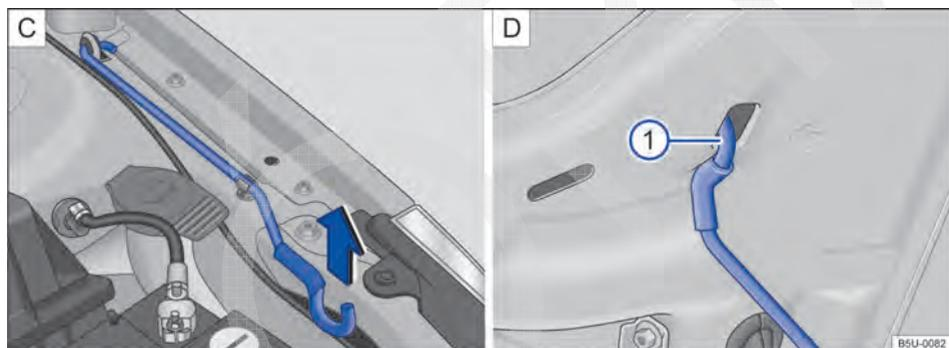

Fig. 123 C Haste de sustentação da tampa do compartimento do motor. D Tampa do compartimento do motor apoiada na haste de sustentação.
- Retirar a haste de sustentação do suporte no sentido da seta → Fig. 123 C e posicioná-la na abertura na tampa do compartimento do motor → Fig. 123 ① D. ▶
- Retirar a haste de sustentação do furo → Fig. 123 e encaixá-la no suporte do fecho → Fig. 123 .